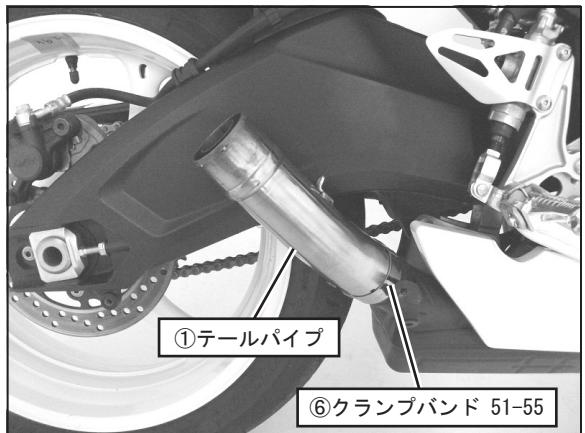

FIG. 3
- ①テールパイプを車両に取り付け、⑥クランプバンド51-55を仮締めして下さい。 (FIG. 3 参照)